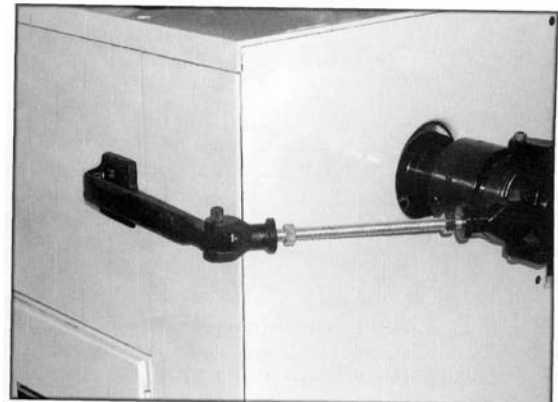

Рис.4
11. Собрать все тяги и присоединить к корпусу цангового патрона, (рис. 4).
13. Как только местоположение опорного кронштейна будет определено (примерное расположение показано на рис. 4), используя кернер,